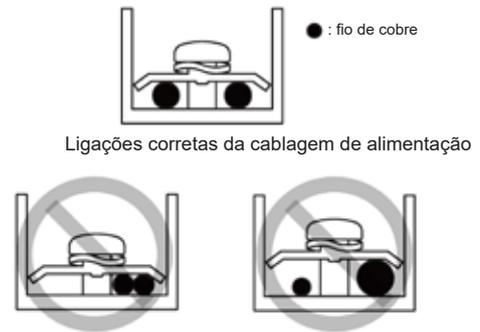

Figura 9.2
- Não ligue dois cabos de alimentação com diâmetros diferentes ao mesmo terminal de alimentação (pode causar o sobreaquecimento dos cabos devido a uma ligação solta) (ver figura 9.2).